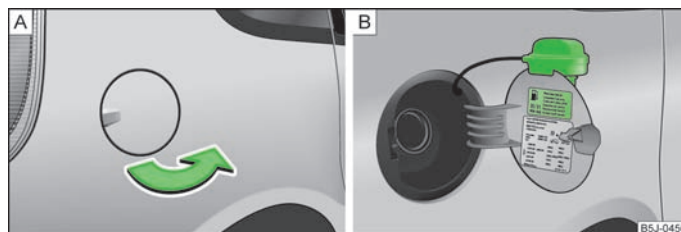

Abb. 112 Fahrzeugseite hinten rechts: Tankklappe / Tankklappe mit abgeschraubtem Verschluss
Auf der Innenseite der Tankklappe sind die richtigen Kraftstoffarten für Ihr Fahrzeug, sowie die Reifengröße und der Reifenfülldruck angegeben » Abb. 112 - B.
- Die Tankklappe mit der Hand aufklappen » Abb. 112 - A.
- Den Tankverschluss linksherum herausdrehen und von oben auf die Tankklappe stecken » Abb. 112 - B.